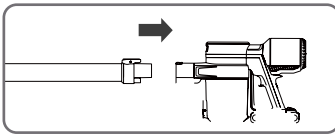

Bild 1
- För in aluminiumrörets ände horisontellt i huvudenhetens inloppsöppning och kontrollera att det sitter fast ordentligt. Du hör ett "klick" när det låses fast (Bild 1).